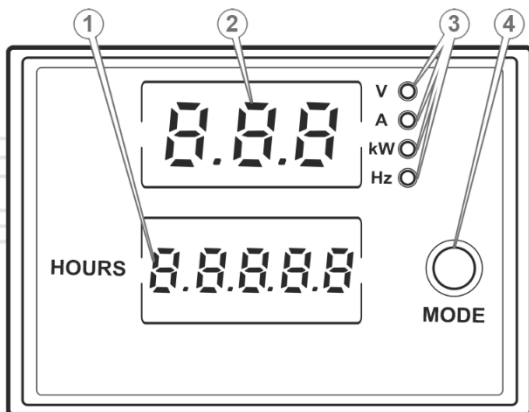

Рисунок 8. Дисплей виробу
Для вибору потрібного вихідної характеристики показника електромережі генераторної установки, необхідно послідовно натискати на кнопку «MODE» (4) (див. рисунок 8) з контролем загорання індикаторів (3), доки не зупинитесь навпроти потрібної позначки («V»; «A»; «kW»; «Hz») після чого на цифровому дисплеї (2) буде зображення поточного значення обраного показника. Мотогодини відображаються на цифровому дисплеї (1).